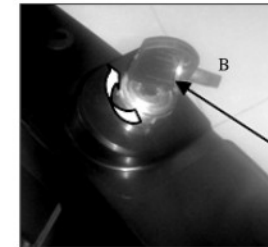

Fig. 2C B. Llave
c) Para arranque eléctrico: Inserte la llave, a continuación, gire en el sentido de las agujas del reloj para la operación de encendido electrónico (Fig. 2C).